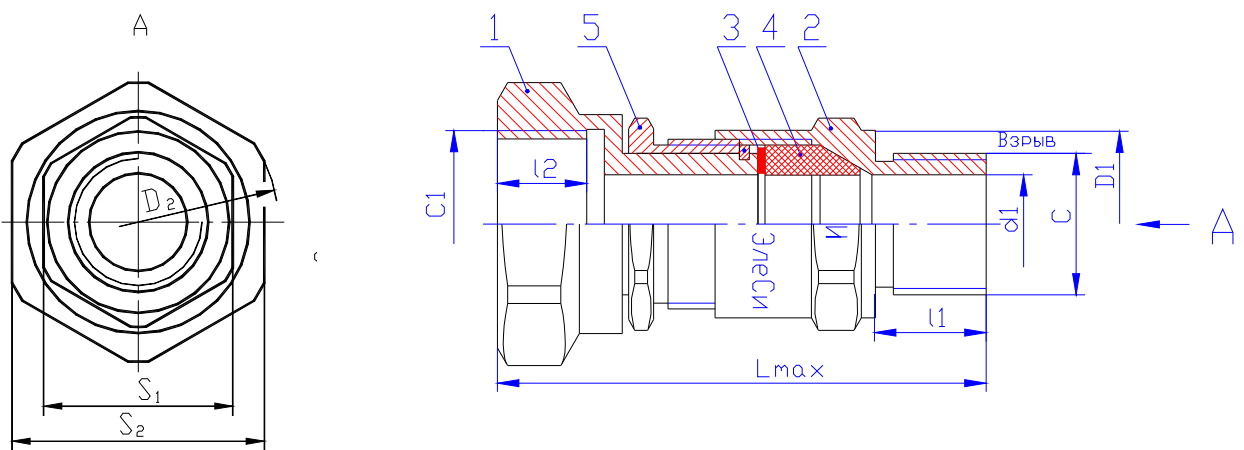
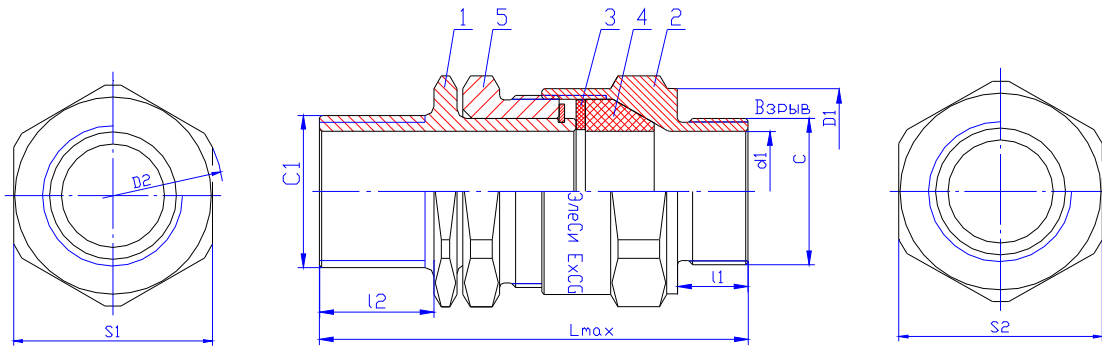

Рисунок 1 – Конструкция кабельного ввода для монтажа кабеля в трубе (выход с внутренней резьбой, входной штуцер конструкции А)
Рисунок 3 – Конструкция кабельного ввода для монтажа кабеля в трубе (выход с наружной резьбой)
Ввод состоит из штуцера 2 с соединительной резьбой C и длиной винчивания l_1 , размер под ключ S_1 . В проточке штуцера устанавливается уплотнительное кольцо 4, внутренний размер которого обеспечивает уплотнение кабеля в заданном диапазоне диаметров различных применяемых кабелей. Необходимая степень уплотнения обеспечивается поджатием кольца 4 поворотной гайкой 1 через шайбу 3 при помощи нажимной гайки 5. Поворотная гайка 1 снабжена внутренней (рис.1, 2) или наружной (рис.3) резьбой C_1 для подсоединения трубы, размер под ключ S_2 . Размер под ключ S_1 нажимной гайки 5 равен размеру под ключ штуцера 2.
3.3.1 Кабельный ввод ExCG T для монтажа кабеля в трубе (см. рисунок 1, 2, 3):